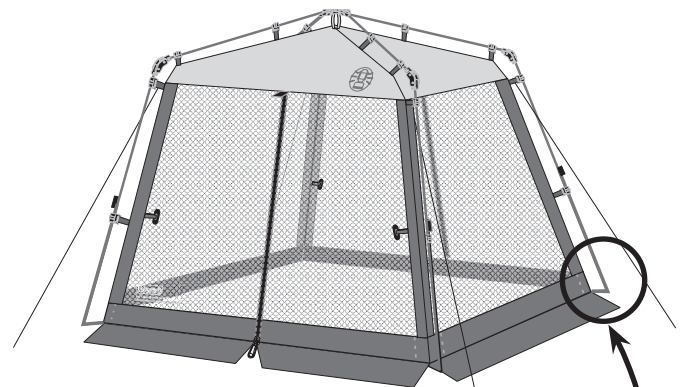
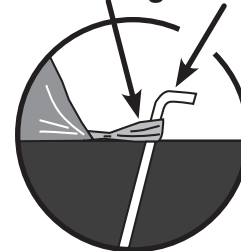

Fig. 5
Fig. 6
- Immobilisez la tente en enfonçant les piquets passés dans les boucles en sangle qui sont cousues au bas de la tente. (Fig. 5 and Fig. 6)